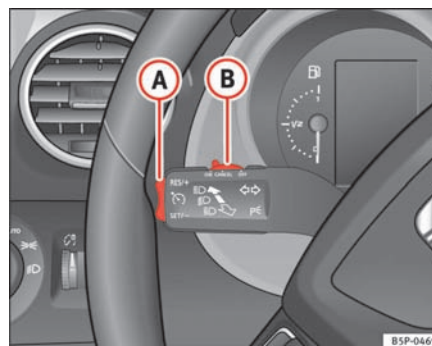

Fig. 155 Blink- og fjernlysarm: kontakt og vippeknop til fartpilot
- Tryk på den øverste del af vippeknappen **RES/+** ⇒ fig. 155 **A** for at øge hastigheden. Når du holder vippeknappen inde, accelererer bilen. Når du slipper vippeknappen, bliver den nye hastighed gemt.
Hvis du reducerer hastigheden ved at træde på bremsepedalen, bliver fartpiloten afbrudt, så den gemte hastighed ikke holdes. Ved at trykke en enkelt gang på den øverste del af vippeknapen **RES/+** → side 186, fig. 155 **(A)** kan du aktivere fartpiloten igen med den gemte hastighed.